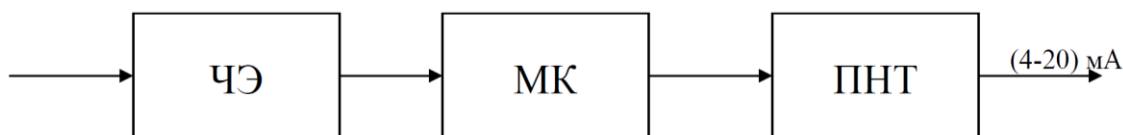

Рисунок 1 – Структурная схема датчика
1.4.1 Структурная схема датчика (рис. 1) включает в себя: